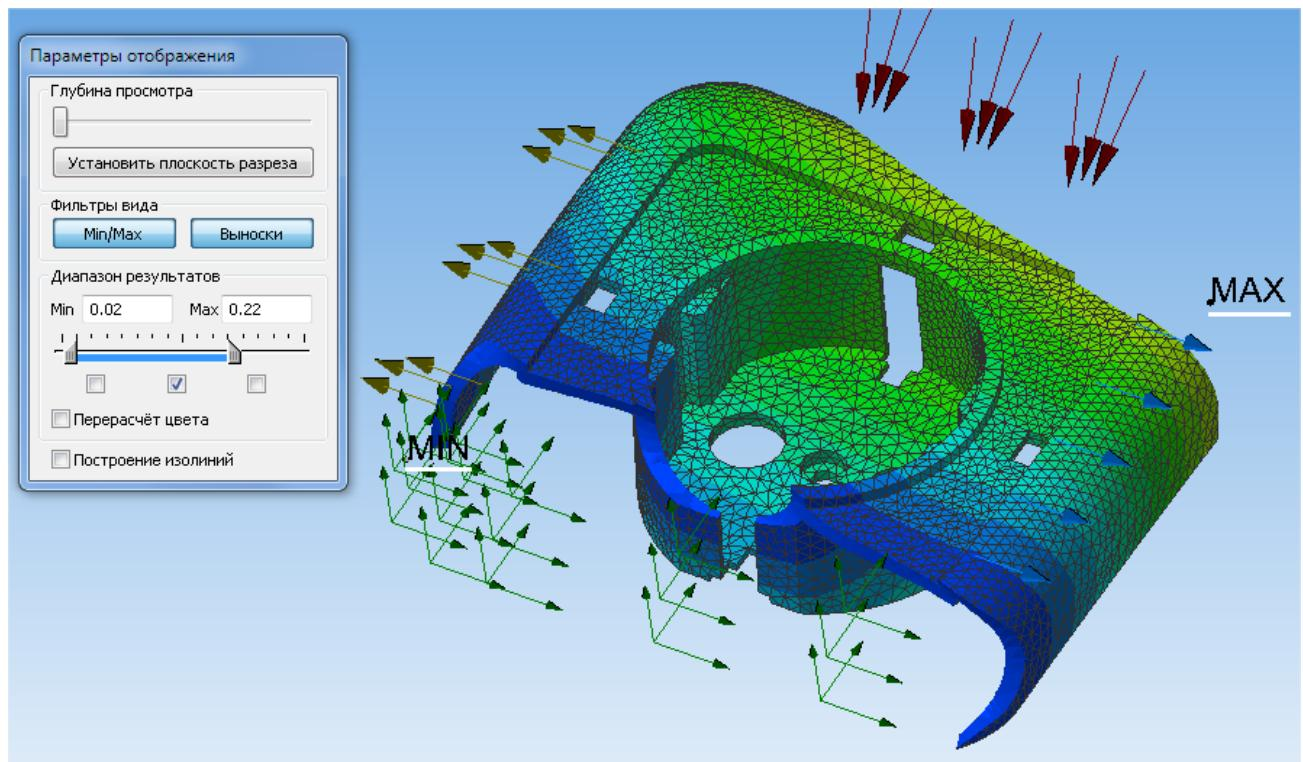

Рис. 2.29. Карта перемещений с заданным диапазоном вывода результатов: показаны только элементы со значениями от 0,02 до 0,22 мм
4. *Минимальное и максимальное значение* диапазона результатов для задания значения пользователем. Установка введённого значения осуществляется по клавише *ENTER*. *Синий* цвет шрифта - значение корректно и находится в процессе ввода, *красный* - некорректное значение. В случае его задания (по Enter), будет установлено максимально (минимально) допустимое (Рис. 2.29).